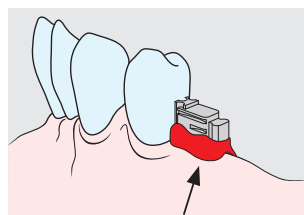

Fig. 3
6. Scaricare le zone in sottosquadro dell'attacco utilizzando per esempio della cera morbida (fig. 3).